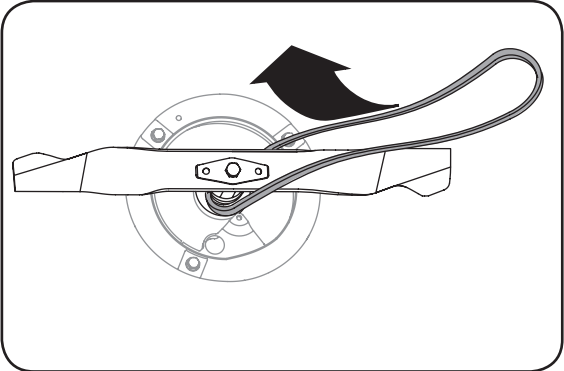

Figure 5-4
6. Dégagez la courroie de la poulie motrice et de la lame. Voir la Figure 5-4.